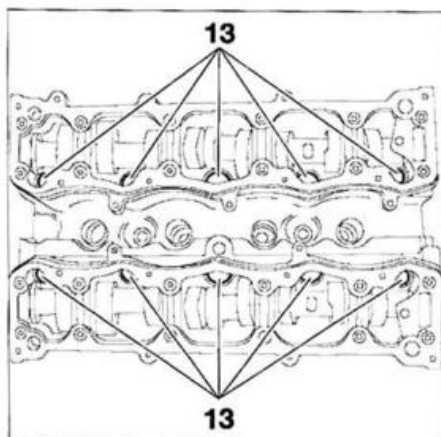

FIG. 26
- la placa soporte manguitos (12)
- Aflojar progresivamente y en espiral los tornillos (13) comenzando por el exterior (Fig.26).